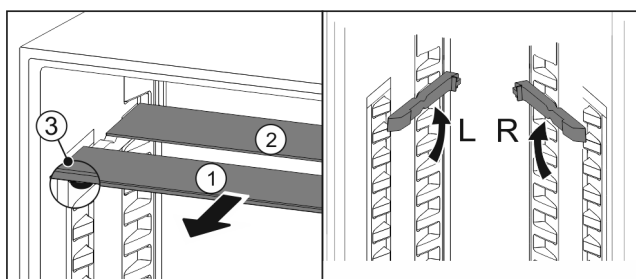

Fig. 26
- ▶ Skleněné desky jednotlivě vytáhněte dopředu Fig. 26 (1).
- ▷ Skleněná deska Fig. 26 (1) s ozdobnou lištou leží vpředu.
- ▷ Zarážky Fig. 26 (3) směřují dolů.